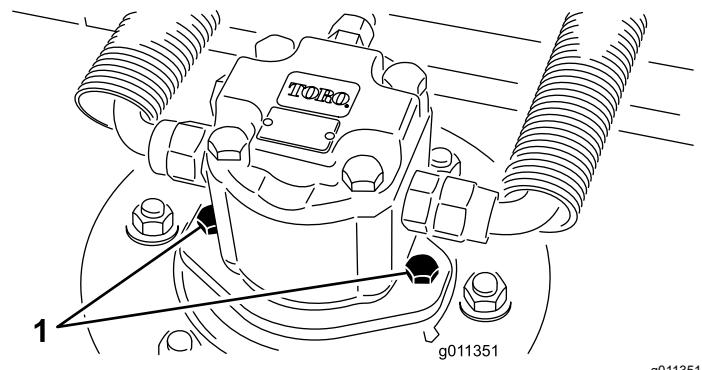

Рисунок 10
2. Отсоедините и демонтируйте гидромотор с деки (Рисунок 10). Накройте верхнюю часть шпинделя для предотвращения загрязнения.
- Установите гидроцилиндр на деку (Рисунок 10). Убедитесь, что уплотнительное кольцо находится в штатном положении и не повреждено.